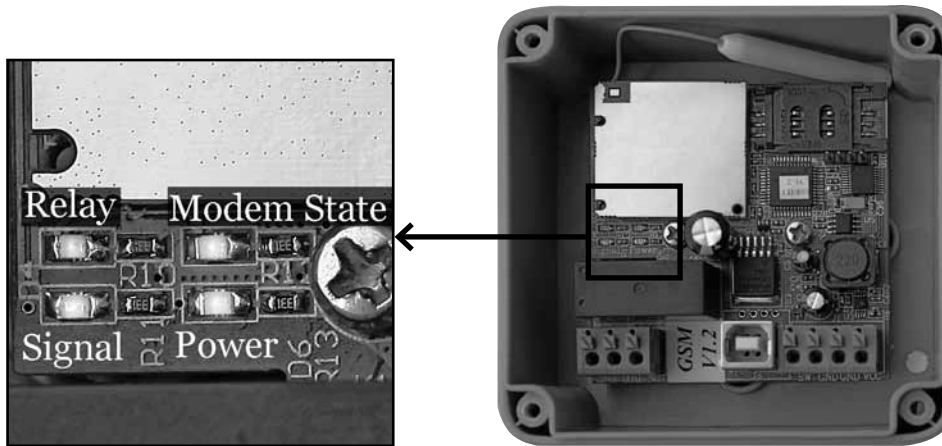

Рис. 1
- На плате устройства размещено 4 светодиода как показано на рис. 1.